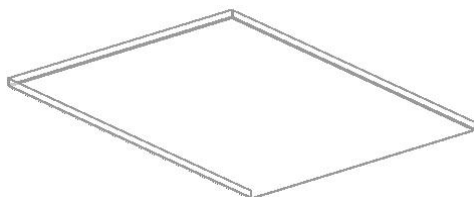

图 11-172 创建弯边特征 3
(8) 在“弯边”对话框中, 单击 **应用** 按钮, 创建弯边特征 3, 如图 11-172 所示。